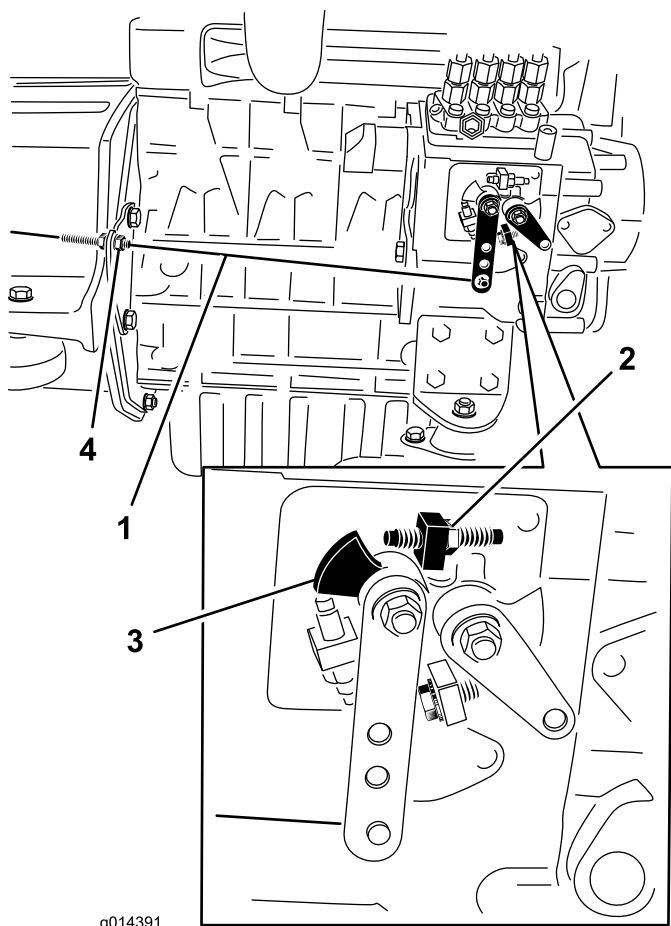

Figura 38
2. Verifique a posição da alavanca de controlo de velocidade na bomba de injeção de combustível do motor. A alavanca de controlo de velocidade deve estar em contacto com o parafuso de alta velocidade quando a alavanca de controlo do acelerador está na posição FAST (detenção) (Figura 38).
- Se necessário, a posição das porcas de bloqueio do cabo de controle do acelerador podem ser ajustadas até que a alavanca de controle da velocidade entre em contacto com o parafuso de alta velocidade quando a alavanca de controle do acelerador estiver em FAST (detenção) (Figura 38). **Não ajuste o parafuso de afinação de altura na alavanca de controle da velocidade.**